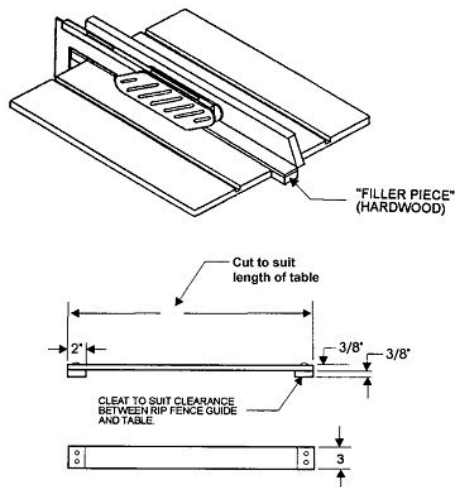

Рис. 38. Прокладка
- Прокладка (рис. 38) необхідна для поздовжнього розпилу вузьких деталей.